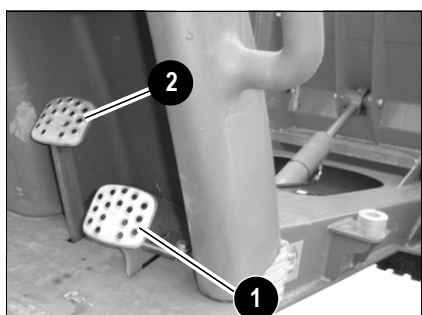

Fig. 32: Pedal de freno/pedal del acelerador
- ☞ *Para la deceleración rápida se debe accionar el pedal de freno **2** Fig. 32*